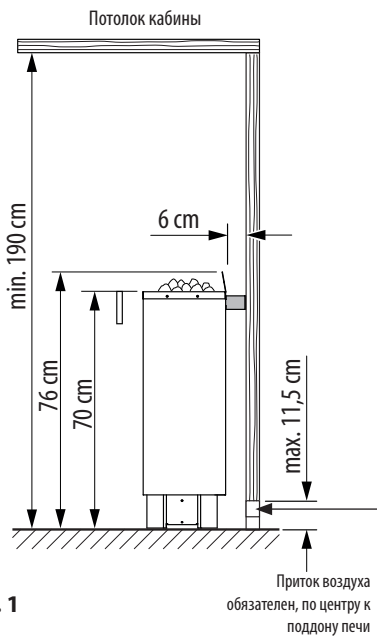

Рис. 1
- Минимальная высота кабины должна составлять 1,90 м (рис. 1).